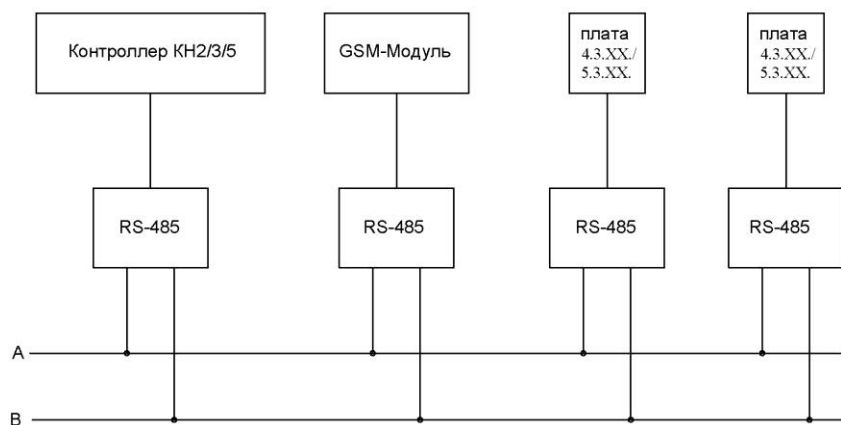

Рис. 6
- 8.2. В большинстве случаев, если приборы находятся на небольшом удалении друг от друга, адаптеры достаточно соединить двухпроводной линией (А и В) согласно схеме, Рис. 6. Выходы устройств соединяются согласно маркировке: «А» подключаются к одному проводу, а инверсные «В», ко второму проводу. Подключить между собой соответственно А+ с А+ и В- с В-.